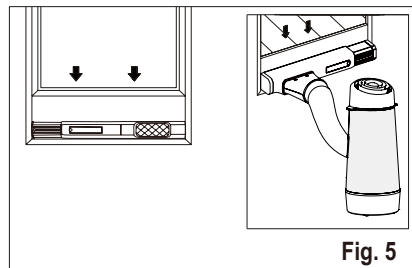

Fig. 5
3. Installare il kit finestra sulla finestra e far scorrere l'adattatore B nel dispositivo per l'attacco alla finestra e sigillare. (Fig. 5 e 6)